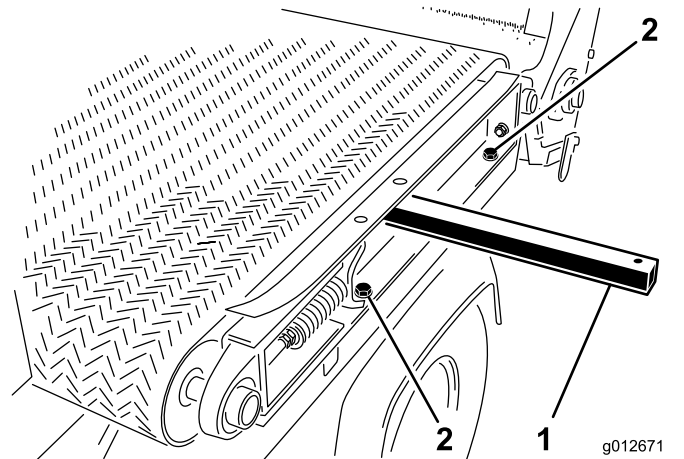

Figura 29
5. A la izquierda de la máquina, retire los 2 tornillos y las 2 arandelas que fijan el travesaño del bastidor deslizante al guardabarros izquierdo (Figura 29).
1. Introduzca una palanca a través del orificio del travesaño izquierdo del bastidor deslizante y eleve la palanca para inclinar ligeramente el travesaño del bastidor; consulte la Figura 29 de Desmontaje de la plataforma deslizante \(página 24\).